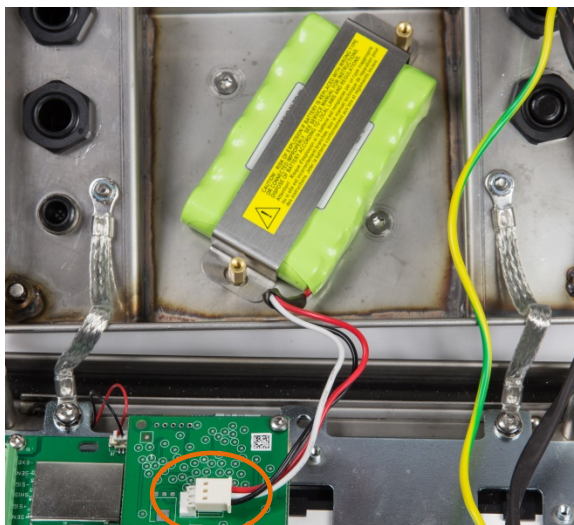

Abbildung 2-22: Im Terminal IND236 eingesetzte NiMH-Batterie
2. Die Batterie in das Gehäuse einsetzen und mit der mitgelieferten Halterung und den beiden Sechskantschrauben wie in Abbildung 2-22 sichern.
3. Das Batteriekabel am Verbinder der Ladeplatine wie in Abbildung 2-22 anschließen.